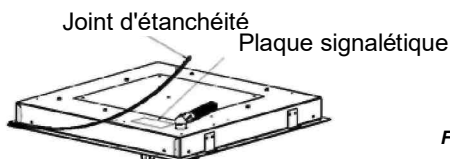

Fig. 5
- Retournez la plaque de cuisson et positionnez correctement le joint sous le bord de la plaque de cuisson de façon à ce que le côté extérieur du joint s'aligne avec le bord périphérique extérieur de la plaque de cuisson (voir **fig. 5**). Les extrémités des bandes doivent s'emboîter sans se chevaucher.